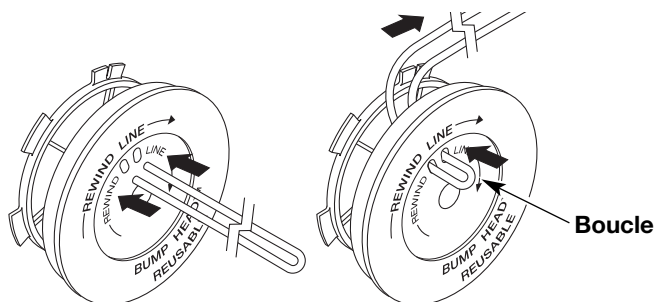

Fig. 20
- Découpez environ 6 m (20 pi) de fil neuf et faites-en deux boucles de longueurs égales. Insérez chaque extrémité de fil dans l'un des deux trous du moulinet (Fig. 20). Tirez le fil à travers le moulinet pour que la boucle soit le plus petit possible.